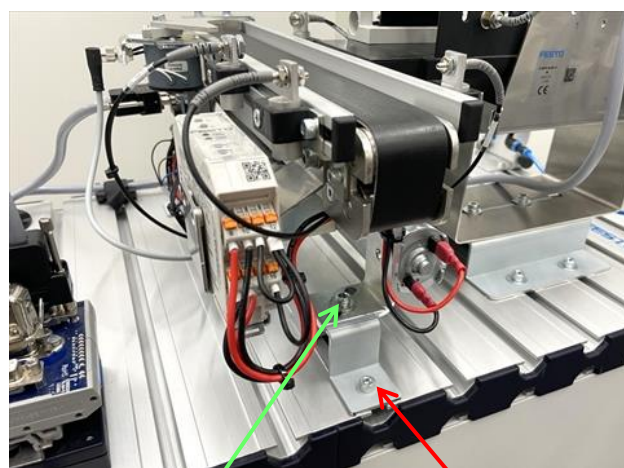

図 4
- (3) 支給部品③をコンベアブラケット下(下流側)に既存部品を再利用して取り付け。(図4参照)
- (4) その他に関しては、基本設備仕様書AおよびCに規定の通り。